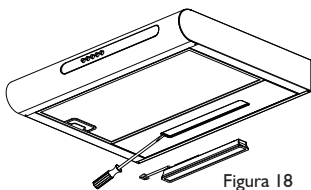

Figura 18
- Usando un destornillador de pala y con mucho cuidado retire la lámpara del alojamiento del chasis (Figura 18).